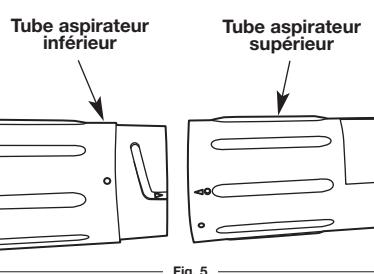

Fig. 5
- Alignez la flèche sur le tube aspirateur inférieur avec la flèche sur le tube aspirateur supérieur (Fig. 5).